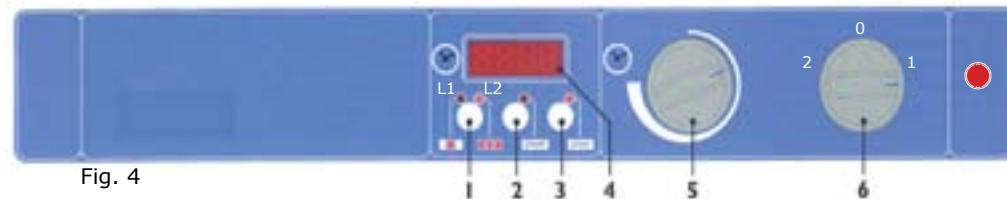

Fig. 4
2.2 PROGRAMACIÓN Leyenda Fig. 4